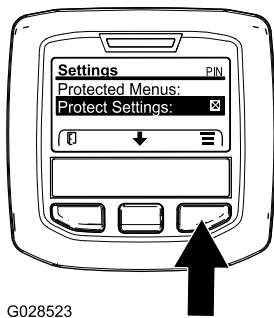

Figure 18
1. Dans le MENU PRINCIPAL, appuyez sur le bouton central pour naviguer jusqu'au menu RÉGLAGES, puis appuyez sur le bouton droit (Figure 18).